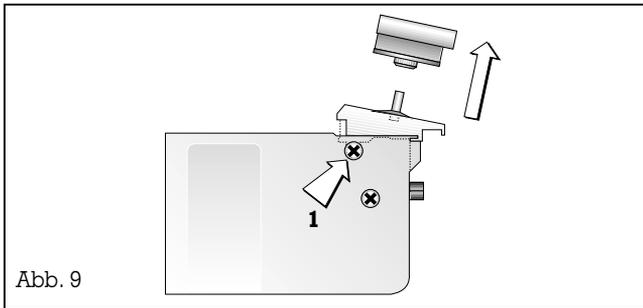
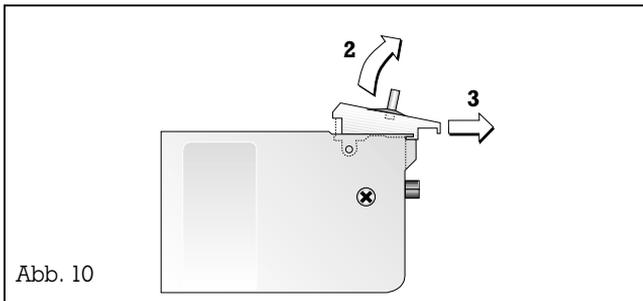

Abb. 9
Abb. 10
- Ziehen Sie die Bedienknebel ab. Nach dem Lösen der Befestigungsschrauben **(1)** rechts und links (Abb. 9) kann die Bedienblende durch Anheben **(2)** und Schieben **(3)** aus der Rastung entfernt werden (Abb. 10).